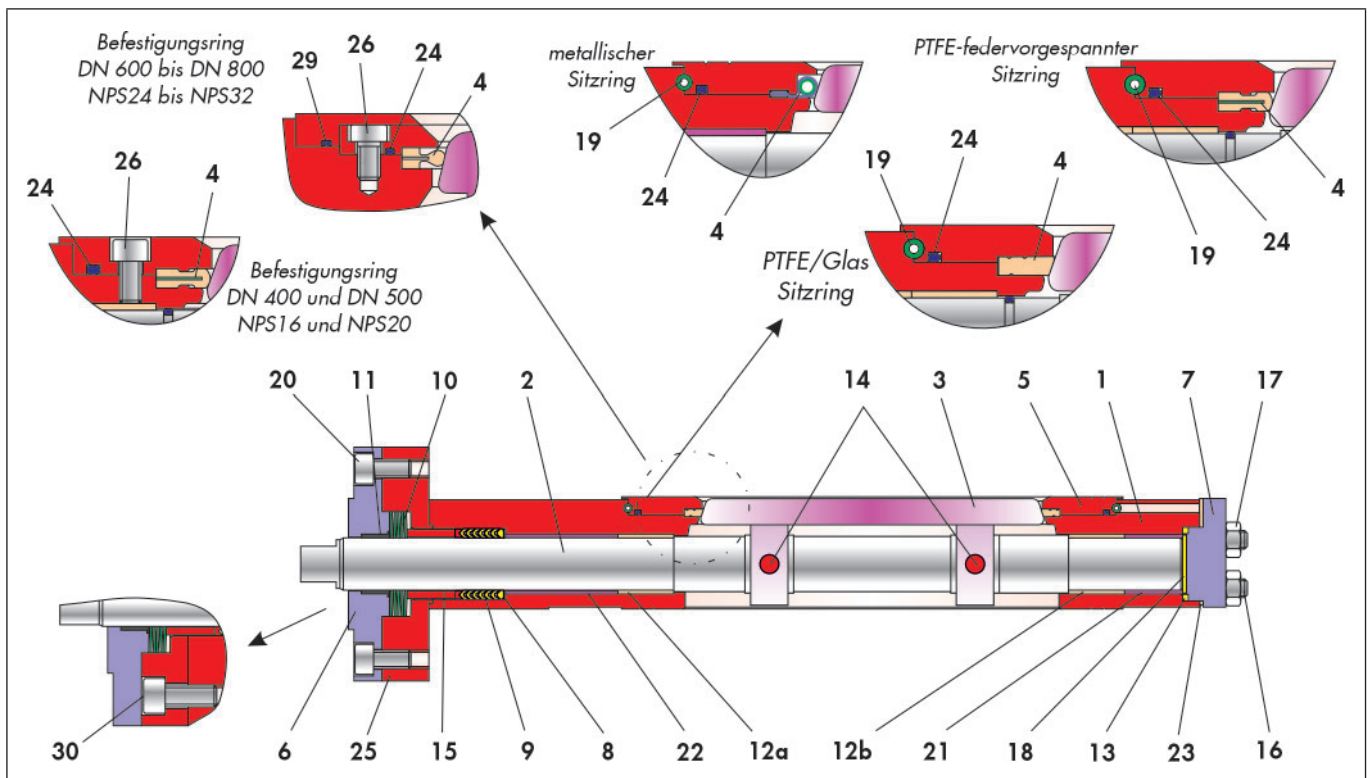

Bild 3-4: Schnitzzeichnung der Klappe BR 14c mit tellerfedervorgespannter Dachmanschettenpackung
- ⇒ PTFE-Dachmanschettenpackung (9) über die Schaltwelle in die Gehäusebohrung schieben und mit einer Montagehülse andrücken. Die Anordnung der Dachmanschettenpackung ist der Schnitzzeichnung Bild 3-4 zu entnehmen.
- ⇒ Zwischenflansch (25) auf das Klappengehäuse aufsetzen und mit Schrauben (30) justieren.
- ⇒ Schrauben (30) gleichmäßig und wechselseitig anziehen.
- ⇒ Druckring (15) über die Schaltwelle schieben und an die entsprechende Stelle im Klappengehäuse eindrücken.
- ⇒ Tellerfedersatz (10) einbringen. Die Anordnung der Tellerfedern ist der Schnitzzeichnung Bild 3-4 zu entnehmen
- ⇒ Lagerbuchse (11) in den Stopfbuchsflansch (6) eindrücken.
- ⇒ Der so vormontierte Stopfbuchsflansch sauber auf den Zwischenflansch stecken und mit Schrauben (20) justieren.
- ⇒ Schrauben (20) gleichmäßig und wechselseitig anziehen.